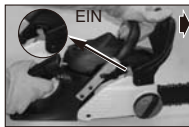

Bild. 6B
2. Die KETTENBREMSE ist EINGERASTET (Kette bewegt sich nicht), wenn der Bremshebel vorgezogen und der Kettenbremsriegel auf EIN gesetzt ist. Sie sollten die Kette jetzt nicht bewegen können. (Bild. 6B)